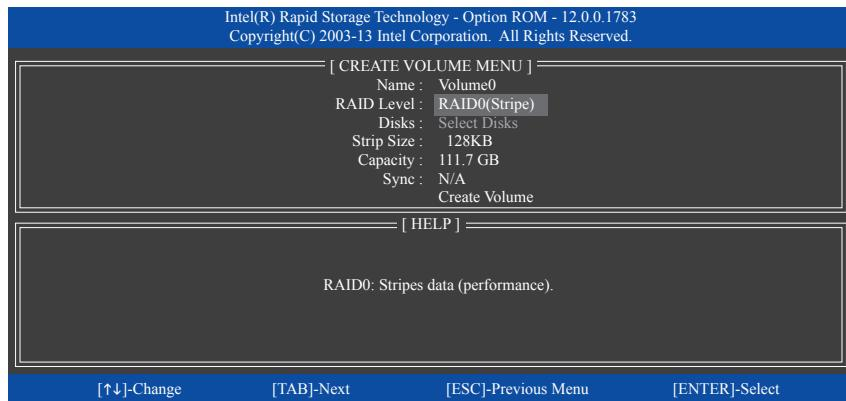

図 11
**CREATE VOLUME MENU** スクリーンに入った後、**Name** アイテムの下で 1~16 文字 (文字に特殊文字を含めることはできません) のボリューム名を入力し、<Enter> を押します。次に、RAID レベルを選択します (図 11)。サポートされる RAID レベルには RAID 0、RAID 1、RAID 10、と RAID 5 が含まれています (使用可能な選択は取り付けられているハードドライブの数によって異なります)。<Enter>を押して続行します。